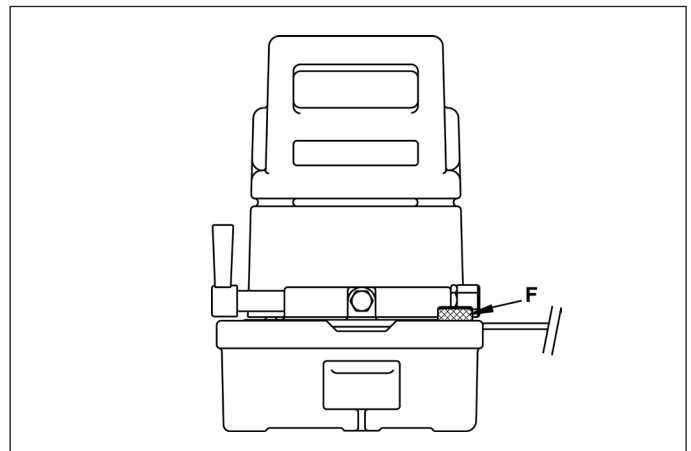

Figure 6
4.3 Appoint d'huile (Figure 6)